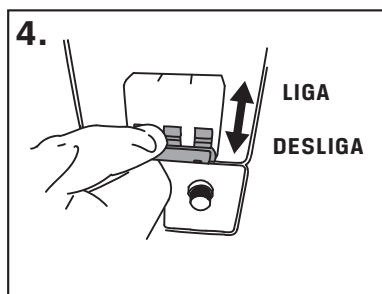

figura 1
1. Pressione o descompressor (A) até o final, enquanto puxa suavemente o punho (B).
2. Ao sentir uma leve resistência no punho (B), retire a mão do descompressor (A) e ele deve permanecer abaixado.
3. Puxe com força e velocidade o punho (B), até o final de sua extensão (figura 1). Se for necessário, puxe o punho (B) com as duas mãos (figura 2).